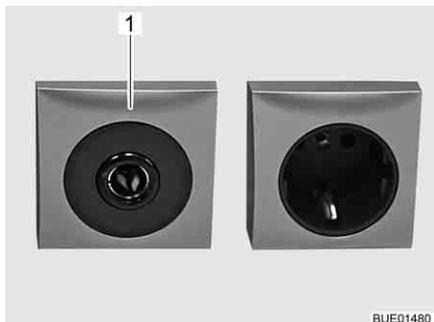

Fig. 115 Presa 12 V/10 A
- ▷ Alle prese (Fig. 115,1) della rete di bordo a 12 V, connettere solo apparecchi funzionanti al massimo a 10 A.